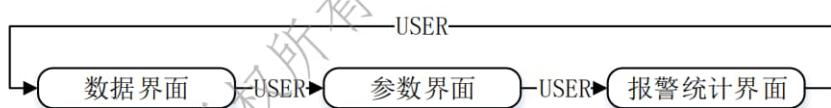

图 5 界面切换模式
① USER 的短按功能：切换数据、参数和报警统计三个界面，切换模式如图 5 所示。